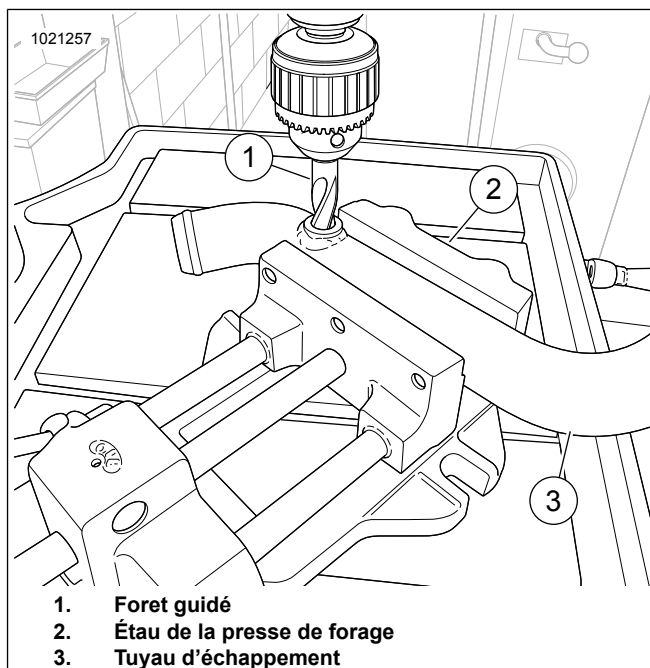

Figure 2. Tuyau d'échappement de forage
- Tableau 2 Installer un foret guidé (1) dans le mandrin de la presse de forage.
4. Figure 2